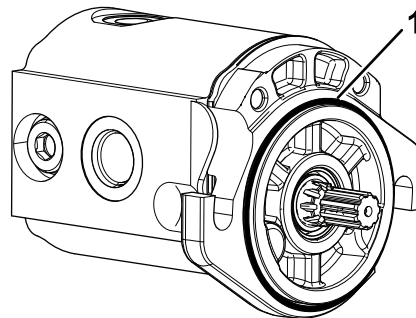

Figure 5
- Posez le joint torique sur le moteur de cylindre (Figure 5).